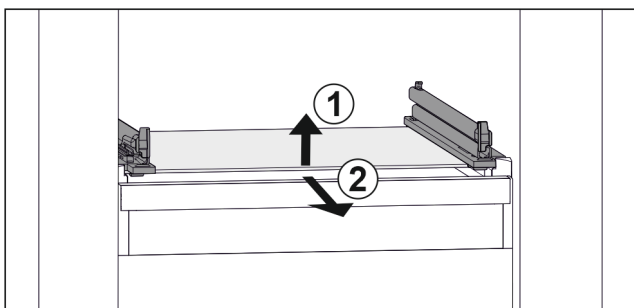

Fig. 72 Приблизне відображення скляної пластини
- ▶ Підняти скляну пластину спереду. Fig. 72 (1)
- ▶ Вийняти скляну пластину рухом вперед. Fig. 72 (2)